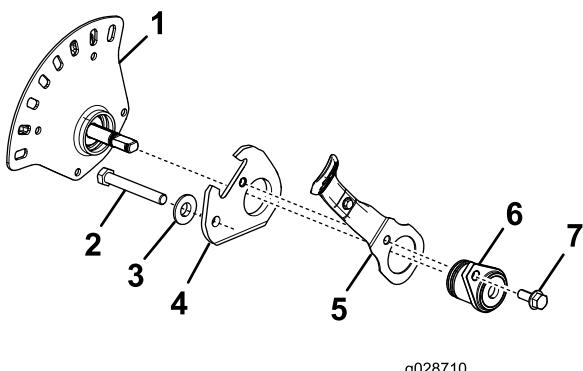

Figure 4
- Démontez les pièces restantes du bloc (Figure 4).